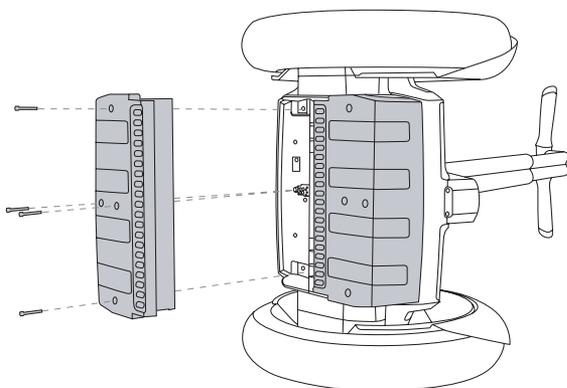

Figure 36. Réinstallation des batteries
2. Réinstallez une des batteries sur la base électrique, côté incurvé vers l'extérieur, comme indiqué dans la **Figure 36**.